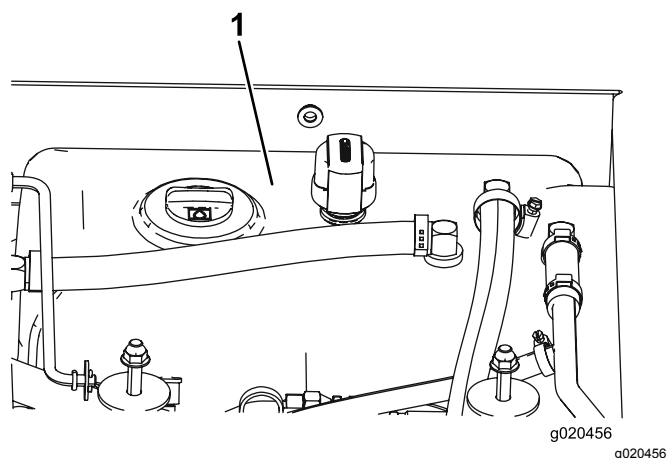

Figura 117
4. Riempite il serbatoio (Figura 117) di fluido idraulico; fate riferimento a Revisione dell'impianto idraulico (pagina 81).